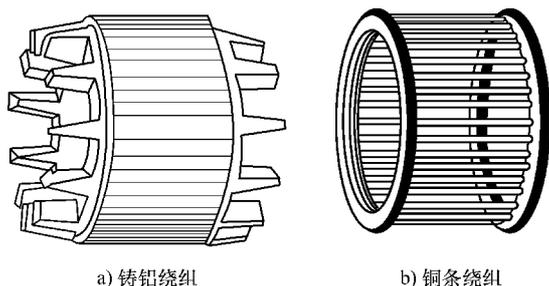

图 5-3 笼型转子绕组
① 笼型转子绕组：该绕组是由插入每个转子铁心槽中的裸导条与两端的环形端环连接组成。如果去掉铁心，整个绕组就像一只笼子，故称为笼型转子绕组，如图 5-3 所示。